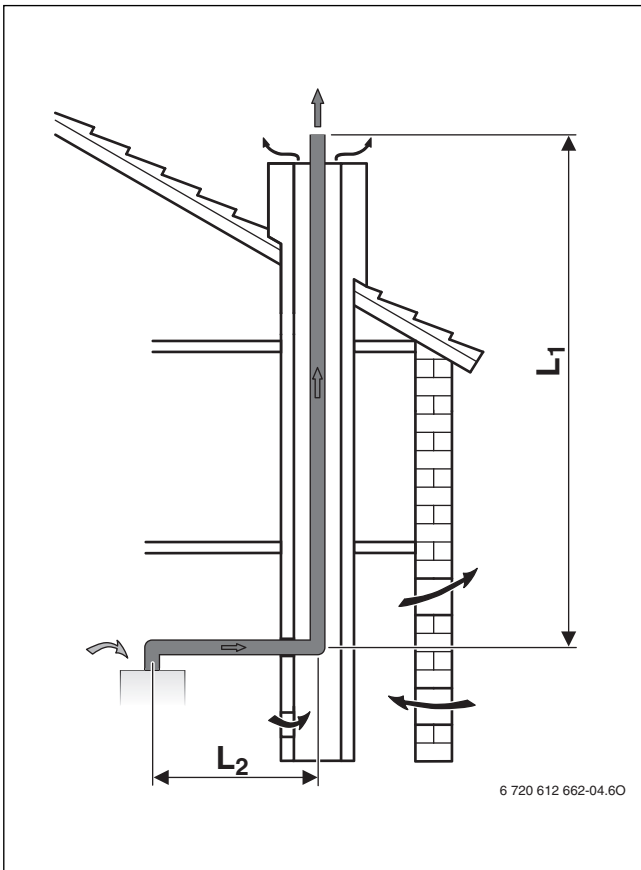

Fig. 8 Sistema di aspirazione/scarico tramite cavedio B₂₃
- Se lo scarico dei gas combustibili avviene in un cavedio retroventilato (→ fig. 8, 9, 10, 11 e 13), la pulizia non è necessaria.